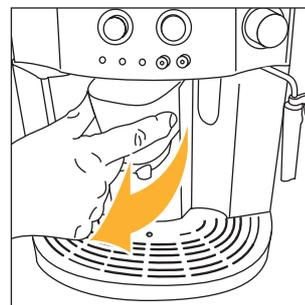
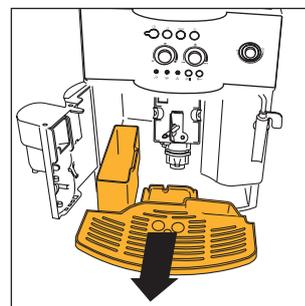

Fig. 15
Fig. 16
**NOTA 7:** A máquina conta o número de cafés tirados. A cada 14 cafés normais (ou 7 duplos), a luz piloto 📊 acende-se fixamente (cap. 12 ponto 3), indicando que o recipiente de borras está cheio de pastilhas e que é, assim, necessário esvaziá-lo e limpá-lo. Enquanto não limpar a gaveta de borras, a luz manter-se-á acesa e a máquina não poderá fazer o café. Para efectuar a limpeza, abra a porta de serviço situada na parte frontal, puxando o bocal (fig. 15); a luz ⚠ intermitente acender-se-á (consulte o par. 12, ponto 9); retire depois a pingadeira (fig. 16), esvazie-a e limpe-a. Esvazie e limpe cuidadosamente a gaveta de borras, tendo o cuidado de remover todos os resíduos que possam estar depositados no fundo. Seque também as eventuais gotas de condensação que estejam depositadas no interior da máquina sob a pingadeira. **IMPORTANTE: Sempre que retirar a pingadeira, é OBRIGATÓRIO esvaziar o recipiente de borras de café, ainda que este esteja pouco cheio. Se esta operação não for efectuada pode acontecer que, quando tirar os cafés seguintes, o recipiente de borras se encha mais do que o previsto e que a máquina fique obstruída com pastilhas saturadas.**
- Abra a porta de serviço (fig. 15);
- Retire a pingadeira e o recipiente de borras (fig. 16) e lave-os;